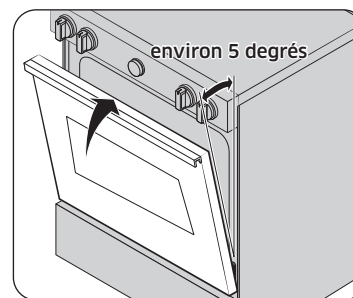

Fig. 1
4. Fermez la porte en position de retrait, c'est-à-dire à un angle d'environ 5 degrés de la verticale (fig. 1).